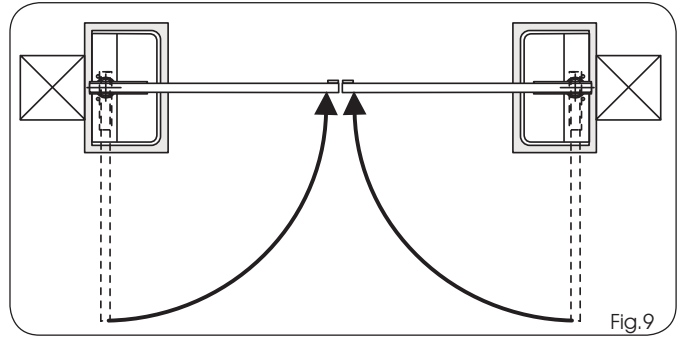

Fig.9
- 9) Refermer le portail (Fig.9).